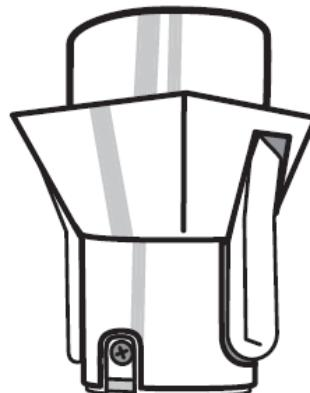

Рисунок 1-13. Адаптер быстрой установки
**Адаптер быстрой установки** (р/н 02-850905-01) устанавливается на вешку для обеспечения быстрого размещения на ней приемника. Используя боковые зажимы, приемник можно быстро установить на вешку и снять с нее (см. рис. 1-13).
**Кабель “ODU на зажимы”** (р/н 14-008097-01LF) позволяет подключить приемник или блок подзарядки к вспомогательной батарее для питания приемника при проведении съемки (см. рис. 1-13).